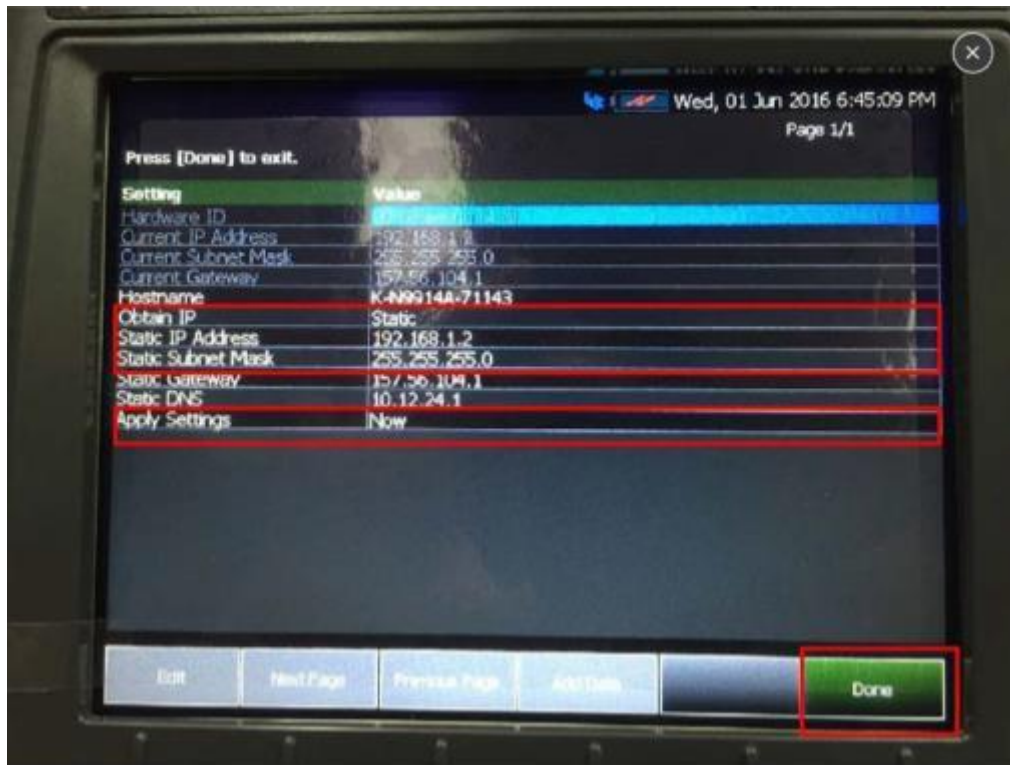

图 5. 配置手持表
- 2) 如图 5 所示，将 Static Subnet Mask 设为和 PC 一个子网掩码段，并进行参数设置。（红线框内全部修改和下图一致）